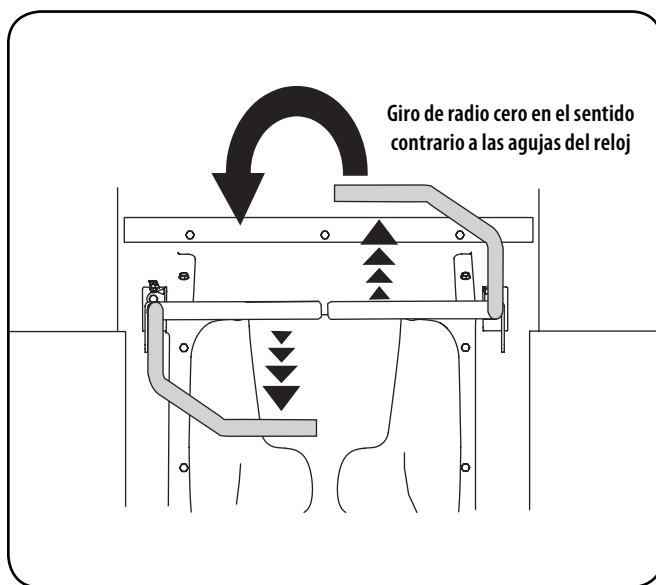

Figura 19
3. Para girar en sentido contrario a las agujas del reloj, mueva la palanca de control del lado derecho hacia adelante mientras mueve simultáneamente la palanca de control izquierda hacia atrás. Vea la Figura 19.